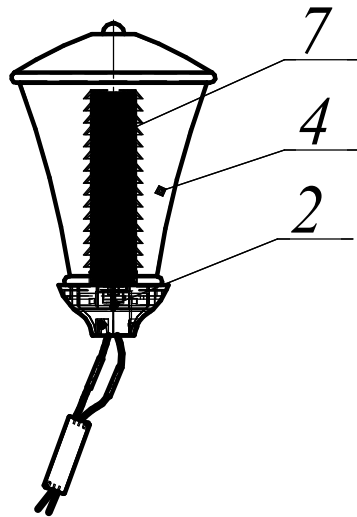

Рисунок 1
4. Рассеиватель Monreal прозрачный поз. 4 см. рисунок 1.